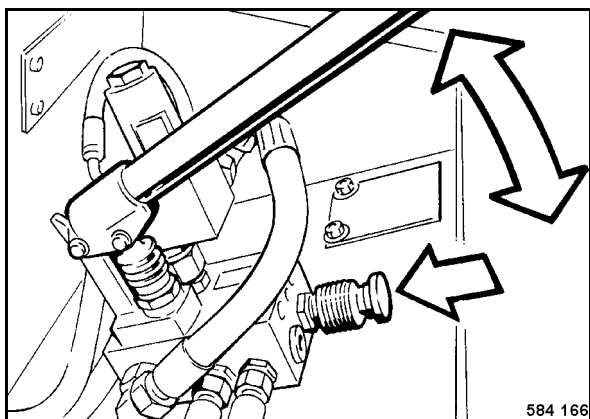

Fig. 138
- Hundir el botón de servicio de emergencia (Fig. 138) completamente.